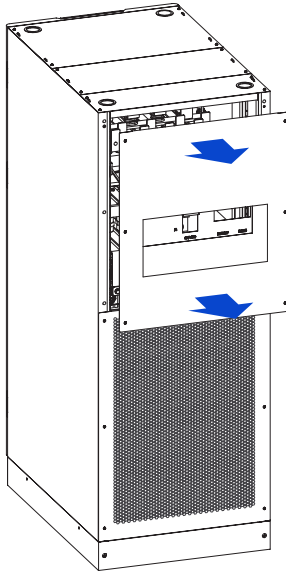

Figura 3-25 Retire la placa de cubierta del cableado superior posterior
1. Retire la placa de cubierta del cableado superior posterior, (como se muestra en la figura 3-25).